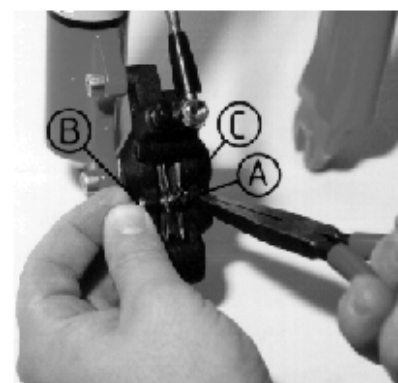
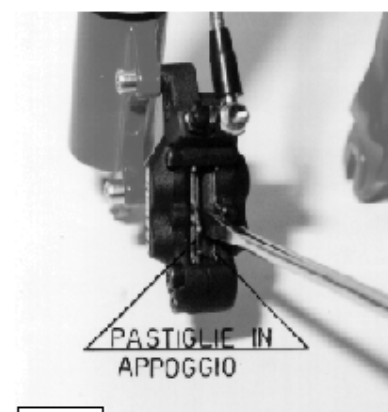

FIG. 19
FIG. 20
Per effettuare questa operazione è necessario smontare la ruota, quindi il disco freno, dalla forcella o dal telaio. Con un paio di pinze togliere l'anello di sicurezza (A) (fig.19) e sfilare il perno (B) (fig.19).
Estrarre la molla (C) (fig.19) di ritorno pastiglie. Inserire un cacciavite a taglio grande tra le due pastiglie ancora montate e fare leva in modo che entrambe vadano in appoggio sui piani della pinza (fig.20), ripristinando la posizione originale dei quattro pistoncini. Questa operazione potrebbe risultare non possibile per un ritorno in posizione delle pastiglie dopo l'estrazione del cacciavite, effetto dovuto al troppo liquido freno nel serbatoio senza possibilità di espansione. Può succedere se è stato ripristinato da poco tempo il livello del liquido. Aprire il serbatoio come descritto nel paragrafo 3.1 e ripetere l'operazione con il cacciavite.